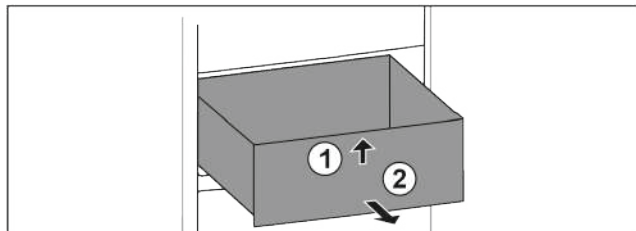

Fig. 14
- ▶ Підняти вперед Fig. 14 (1).
- ▶ Витягнути вперед Fig. 14 (2).